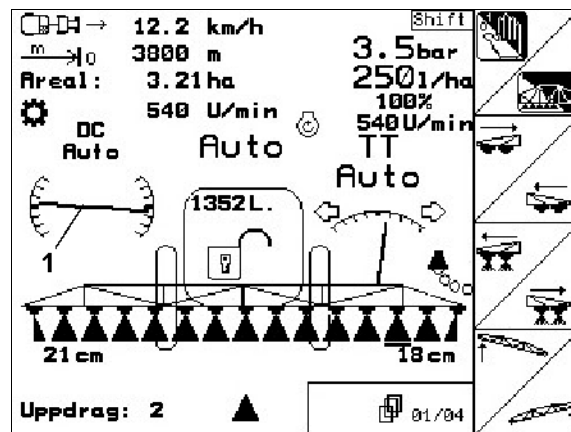

Fig. 72
- I arbetsmenyn indikeras att sprutrampen står horisontalt (Fig. 72/1).
- I arbetsmenyn indikeras nu den aktuella lutningen (Fig. 72/1) som nu är speglad, d v s nu är den högra rampsidan upplyft.